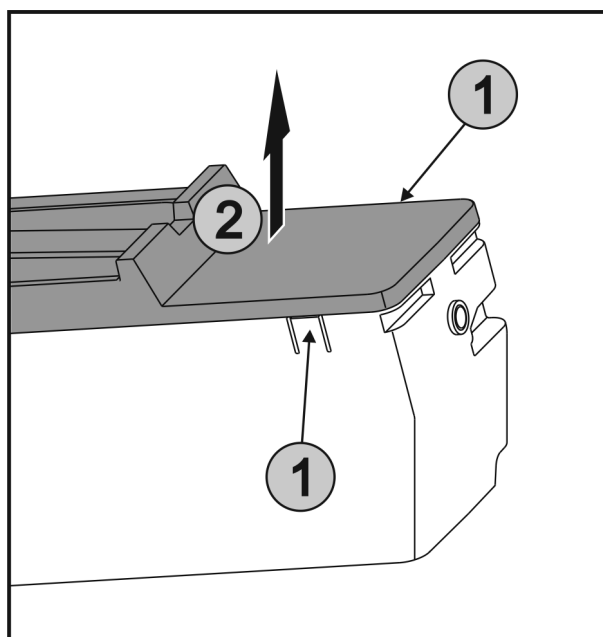

Fig. 40
- ▶ Appuyer simultanément sur les languettes Fig. 40 (1) des deux côtés de l'EasyTwist-Ice et retirer le couvercle Fig. 40 (2) vers le haut.